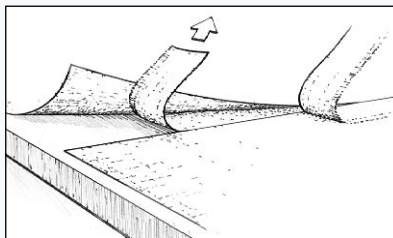

Figura 27 Retire el recorte superior, luego levante el otro borde cortado para retirar el otro recorte.
c) Retire el recorte superior, luego levante el otro borde cortado para retirar el otro recorte (*Figura 27*).